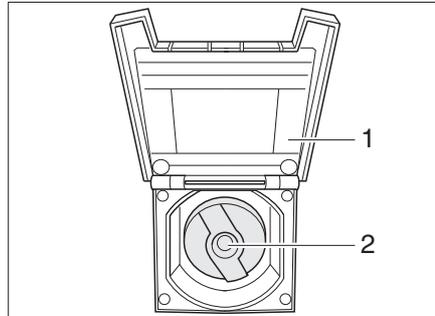

Bild 149 Verschlussdeckel für Trinkwasser-Einfüllstutzen
- Verschlussklappe (Bild 149,1) zum Trinkwasser-Einfüllstutzen öffnen.
- Schlüssel in Schließzylinder (Bild 149,2) stecken und eine viertel Umdrehung entgegen dem Uhrzeigersinn drehen.
- Verschlussklappe (Bild 149,1) schließen.
- Trinkwasser-Einfüllstutzen (Bild 149) öffnen.